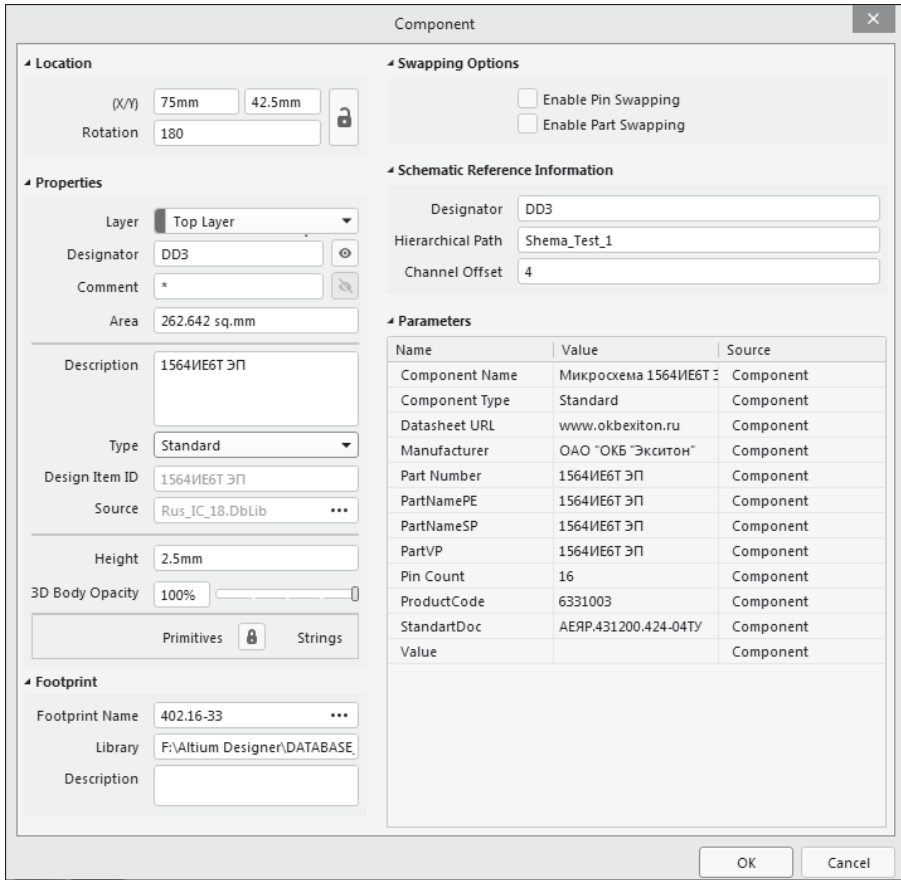

Рис. 7.50. «Модальный диалог» редактирования компонента печатной платы
□ В документе печатной платы при указании на ТПМ компонента и после двойного щелчка левой кнопкой мыши открывается диалоговое окно с тем же именем **Component**, но с другим набором функций, отвечающим задачам редактирования ТПМ (рис. 7.50). В секциях этого диалогового окна отображаются следующие свойства и функции редактирования: